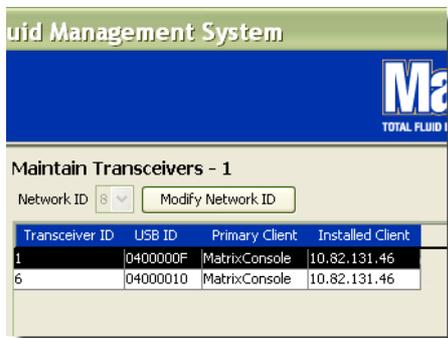

FIG. 92
- Il Primary Client Profile (Profilo client primario) aggiornato è visualizzato nel campo Primary Client (Client primario) mostrato nella FIG. 92.
5. Le informazioni sul fluido sono visualizzate sulla schermata Fluids (Fluidi) come illustrato nella FIG. 92.